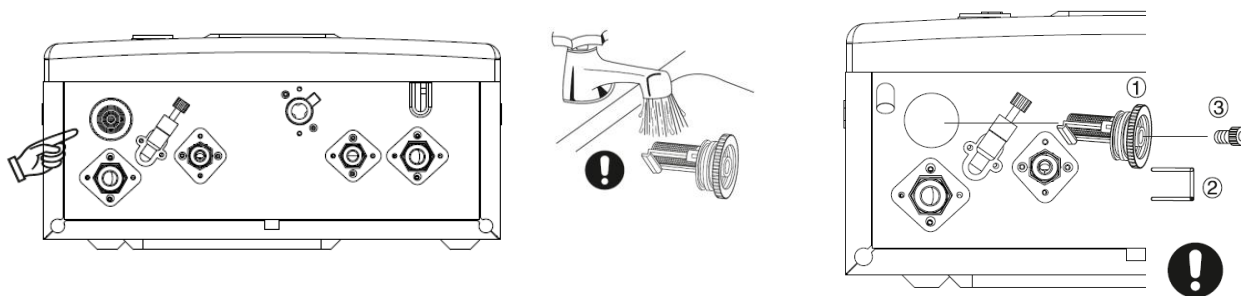

Рис. 13. Положение фильтра контура отопления
Также необходимо произвести чистку фильтра воды контура отопления (см. Рис. 13).
- ✓ повернуть фильтр на 90° по часовой стрелке расположенный с нижней части панели котла и вынуть его (см. рис. 13, стр.33).